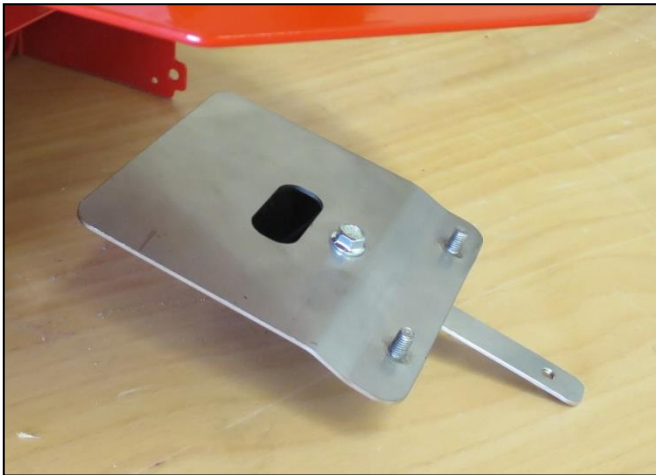
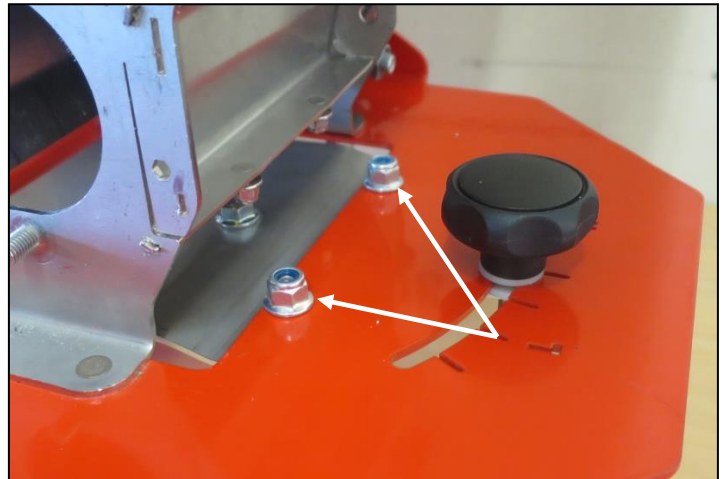

Abb.: 33
Abb.: 34
- Montieren Sie die Auftreffpunktverstellung und die Adapterplatte des Tellerstreuers mit den beiliegenden Flanschmuttern (BN14476-M6), einer Sechskantschraube mit Flansch (AAN13-M6x16) sowie den Scheiben (BN1075-M6), wie auf den Abb.: 33 und Abb.: 35 ersichtlich. Anschließend montieren Sie die zusammengebaute Einheit mit den auf Abb.: 34 gekennzeichneten Flanschmuttern (BN14476-M6) und der Sterngriffschraube an den Multidosierer (Abb.: 34, Abb.: 36).